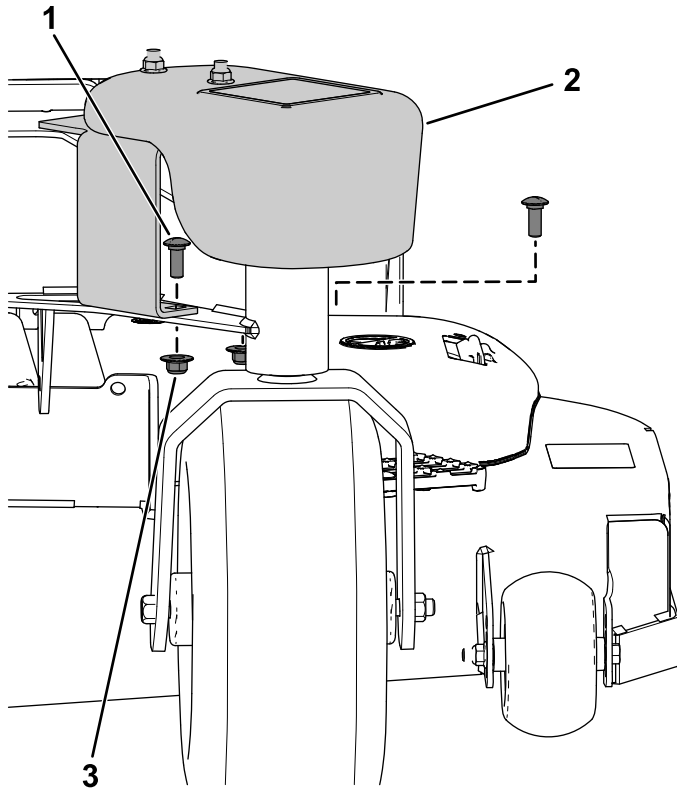

Figure 6
1. Fixez la masse au bras pivotant à l'aide de 2 boulons de carrosserie (3/8" x 1") et 2 écrous à embase (3/8"), comme montré à la Figure 6.